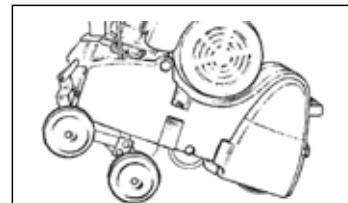

Figure 3
- Avec le mécanisme du chariot en place comme décrit ci-dessus, inclinez la machine en soulevant la poignée de l'opérateur pour soulever l'arrière de la machine du sol jusqu'à ce que le chariot bascule sous la machine. (voir Figure 3)